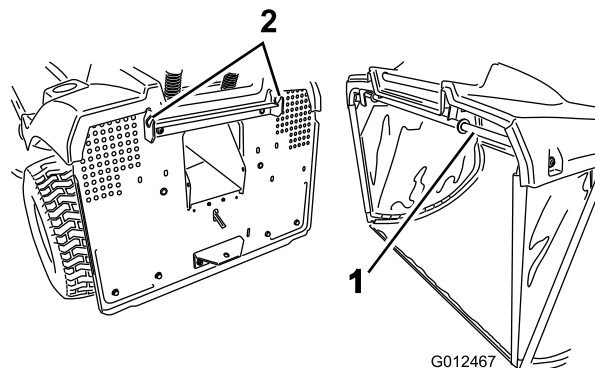

Figura 36
1. Agganciate la barra di supporto superiore ai 2 intagli presenti sulla staffa di supporto posizionata sul retro della macchina (Figura 36).